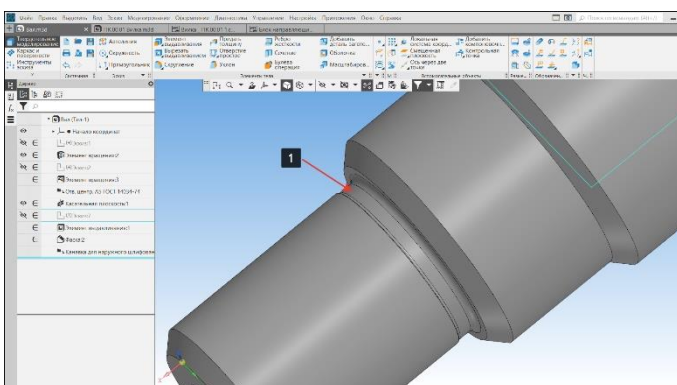

Рисунок 113 – Канавка под выход шлифовального круга
- КОМПАС-3D автоматически выполнит команду построения канавки (1) (Рисунок 113). Аналогичное построение выполним для другой канавки;